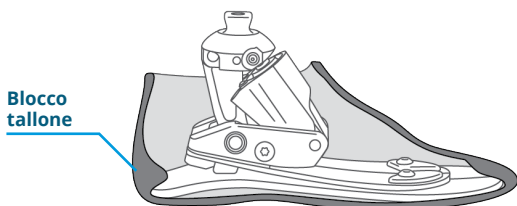

Figura 4
- Spingere la guaina estetica sul tallone o, se necessario, inserire un calzascarpe nella guaina per far scivolare il tallone lungo nel blocco tallone. Il tallone deve bloccarsi (Figura 4) in posizione per garantire il corretto funzionamento e la sicurezza.